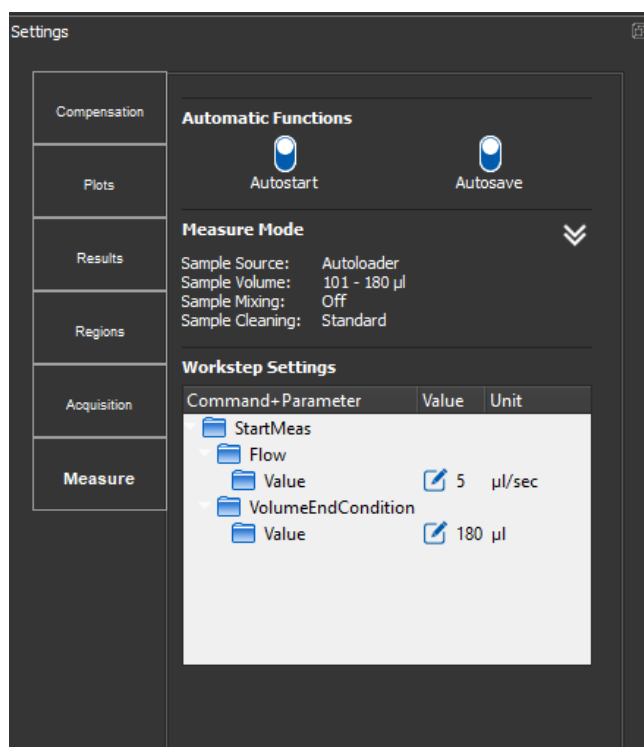

Abbildung 31. Einstellungen zum Ausführen des SAFIA Reinigungsprogramms (Cleaning-MTP)
5. Überprüfen Sie, ob folgende Einstellungen unter *Einstellungen*  → *Measure* eingestellt sind (siehe Abbildung 31).